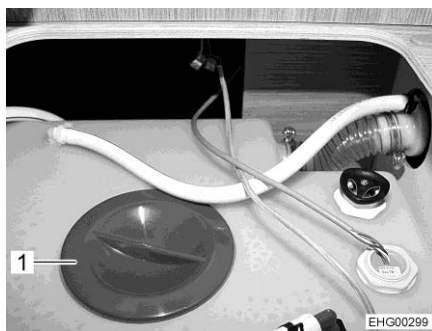
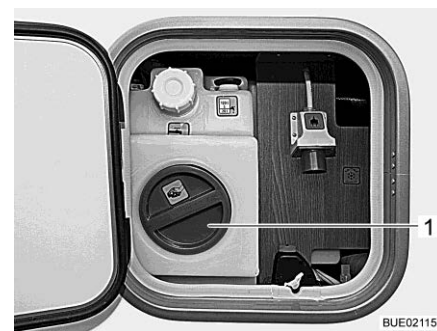

Bild 302 Rengöringsöppning på vattentanken
Bild 303 Rengöringsöppning på vattentanken (serviceenhet)
- Tag av vattentankens lock (Bild 302,1 resp. Bild 303,1).